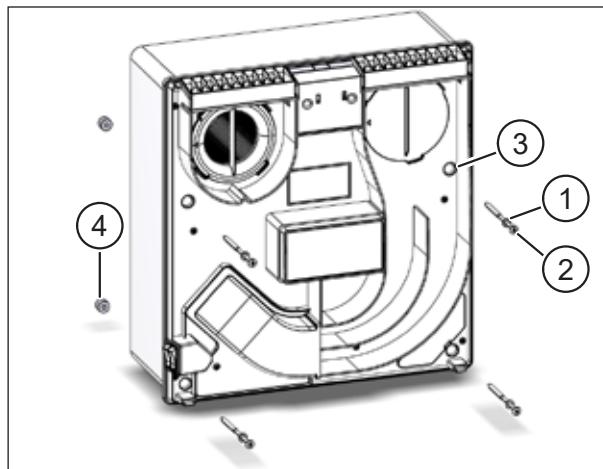

Abb. 33: Befestigungsschrauben einsetzen
- ▶ Stecken Sie die Beilagscheiben (Pos. 1 in Abb. 33) auf die Kreuzschlitzschrauben (Pos. 2 in Abb. 33) auf und führen diese in die Gehäusebohrungen (Pos. 3 in Abb. 33) ein.
- ▶ Schrauben Sie die vier Zentrierhilfen (Pos. 4 in Abb. 33) an der Rückseite auf die vier Kreuzschlitzschrauben soweit auf, dass die Spitze der Kreuzschlitzschraube ca. 10 mm über die Zentrierhilfe hinaussteht.
- ▶ Befestigen Sie das Lüftungsgerät mit den vier Kreuzschlitzschrauben 5 x 100 mm (siehe Abb. 33 auf Seite 34) am Montageset. Ziehen Sie dabei die Schrauben **leicht** über Kreuz an.